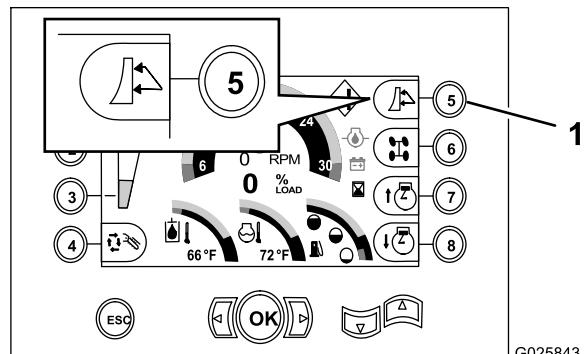

Figure 49
- Sélectionnez la fonction lame de remblayage de la machine en appuyant sur le bouton 5 du centre de commande jusqu'à ce que l'icône de la lame de remblayage s'affiche (Figure 49).